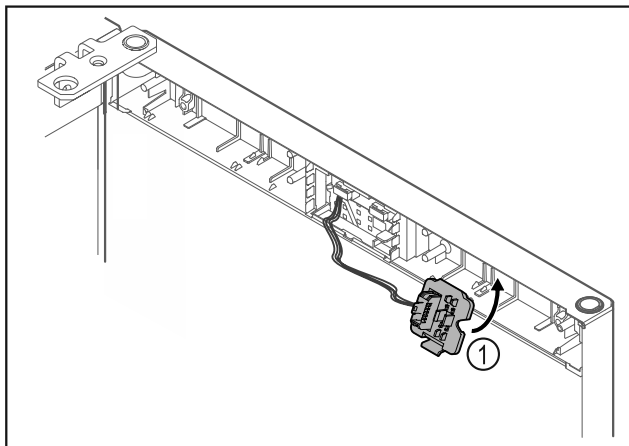

Fig. 24
- ▶ Установите и зафиксируйте держатель штекера Fig. 24 (1) на противоположной стороне.